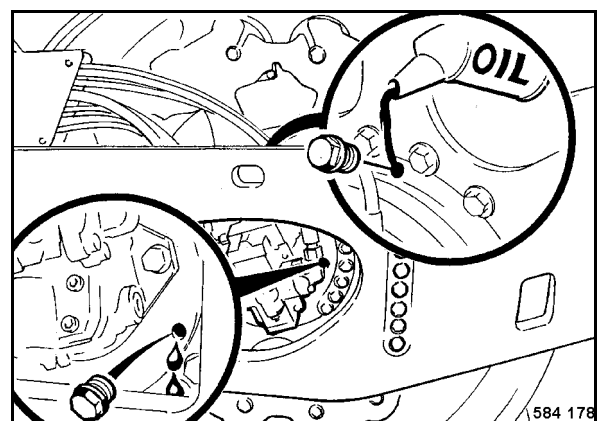

Fig. 119
- Desenroscar arriba el tapón de llenado (Fig. 119) y cargar tanto aceite hasta el nivel de aceite se encuentra en la arista inferior del agujero de control.